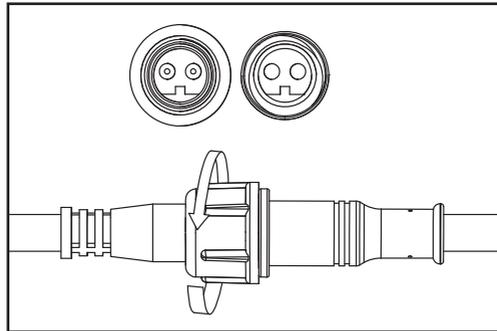

Fig. 24
- Brancher l'une des extrémités du câble d'extension (21) au connecteur de câble (14) et l'autre au câble d'alimentation de l'alimentation à découpage (20). Pousser l'adaptateur vers le point de raccordement et serrer pour fixer le raccord (Fig. 24).